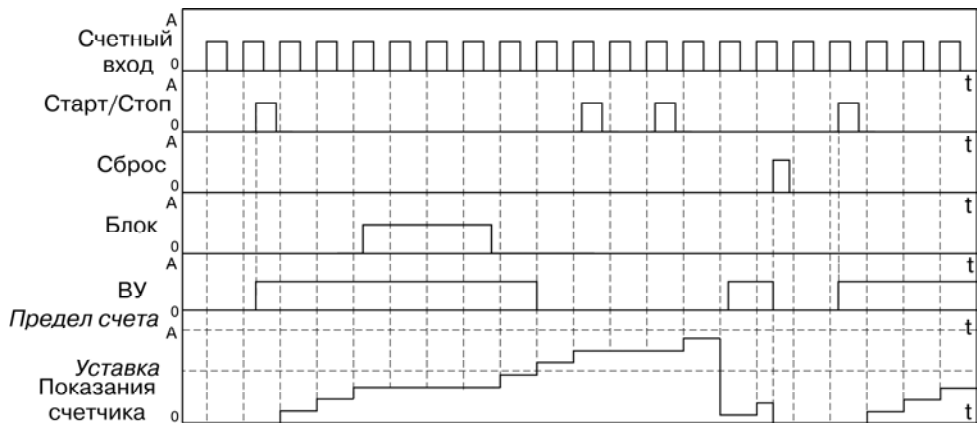

Рисунок 3.12
- тип работы по сигналу «Сброс» – «Сбросить счетчик и ждать сигнала «Старт» ($rSt =StOP$) (рисунок 3.12).